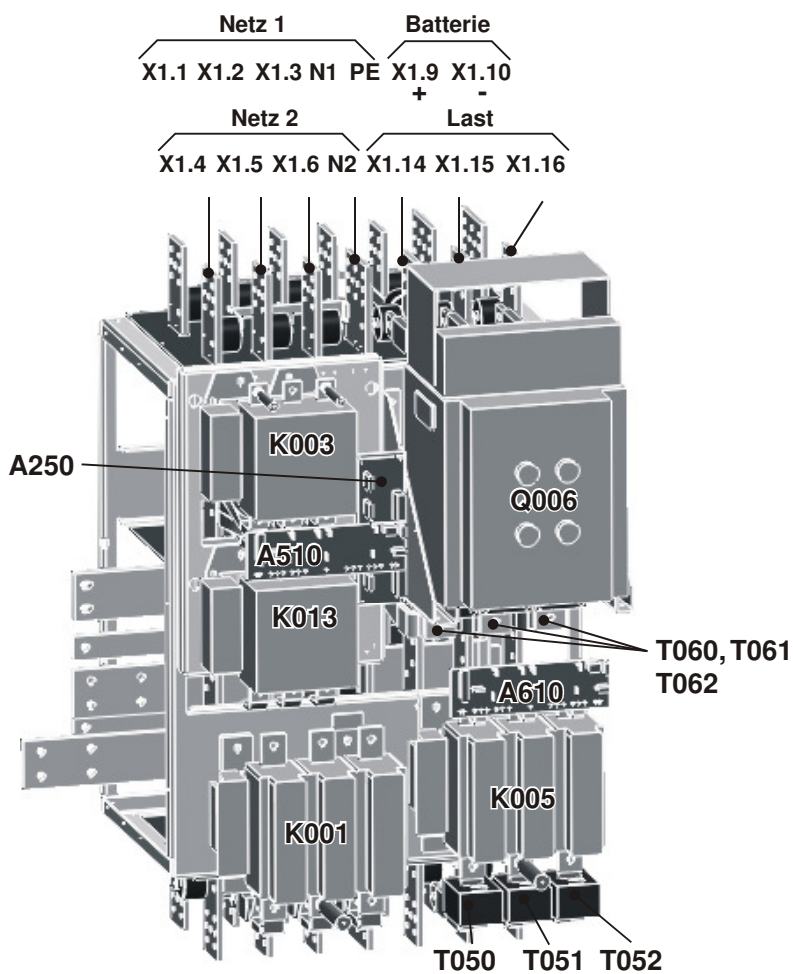

Bild 5-42 Montagetafel UB500 – UB625
**HINWEIS** Montageplatte, siehe Bild 5-42.